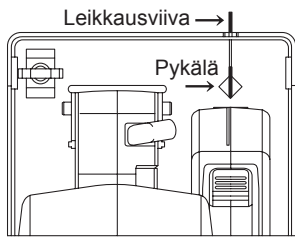

Fig.5
1. Aseta pöydän opasviiva leikkausviivalle. [Fig.5]